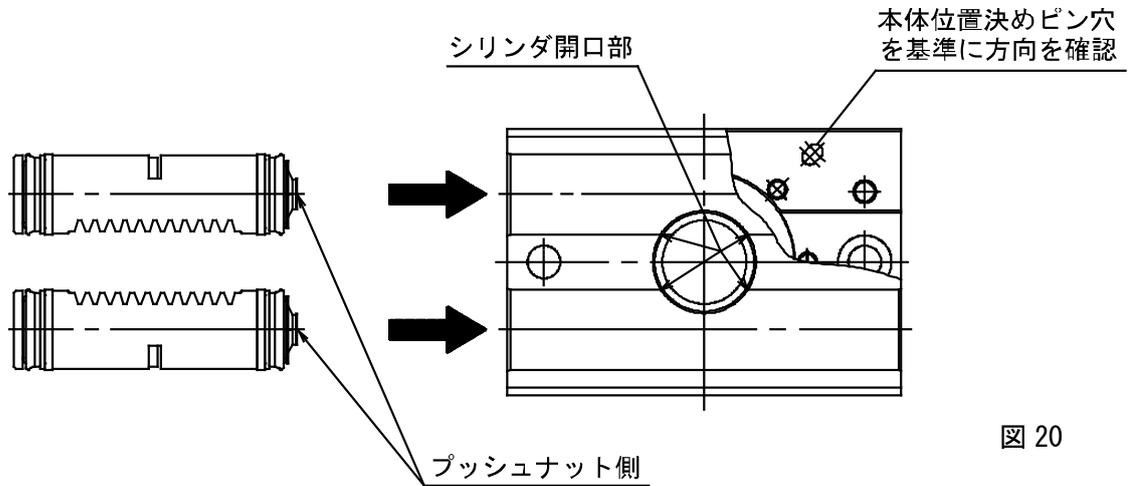

図 20
- (2) 本体 Ass'y にピストン Ass'y を挿入する。このとき、ピストンパッキンはシリンダの開口部を通過するので、パッキンにキズを付けないようパッキンを内側へ押え込みながらゆっくり行う。ピストンを挿入する際、方向性があるので気を付けること。(図 20 参照)